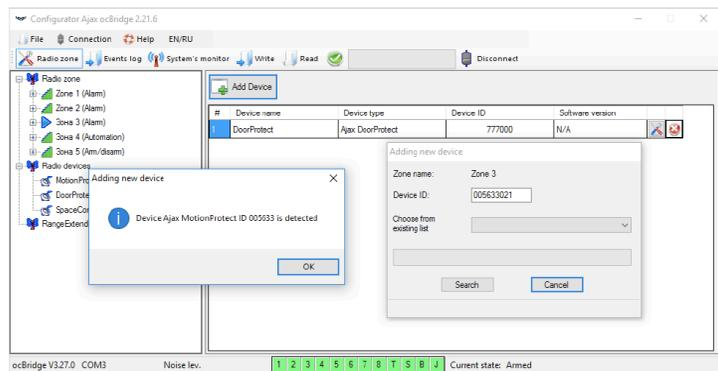

IMAGEN 4. Ventana de registro de dispositivo
Después, hay que seleccionar el “tipo de zona” y ajustes adecuados (consulte párrafos 6.4 y 6.6 del presente manual). Para agregar un dispositivo escoja la zona y haga click en el botón “Add a device/Agregar dispositivo”. Después aparecerá una ventana “Agregando un nuevo dispositivo” y es necesario introducir el sensor de identificación (ID) debajo del código QR, después haga click en el botón “Search/buscar” (IMAGEN 4). Cuando la barra del indicador empiece a moverse es necesario encender el sensor. La solicitud de registro se envía solamente cuando el sensor esta encendido! En caso de que falle el registro, apague el sensor por 5 segundos y enciéndalo de nuevo. Si el sensor está encendido y la luz parpadea una vez por segundo durante un minuto, significa que el sensor no quedó registrado! La luz parpadea de la misma forma si el sensor es borrado del ocBridge!
4.4 Cuando los sensores son registrados exitosamente en el sistema de seguridad, haga click en el botón “Write/Escribir” (IMAGEN 4) para guardar la información de la configuración de los sensores en la memoria del receptor ocBridge. Cuando el ocBridge se conecte a la PC, haga click en el botón “Read/Leer” (IMAGEN 4) para leer la configuración pre-guardada de la memoria de los sensores en ocBridge.